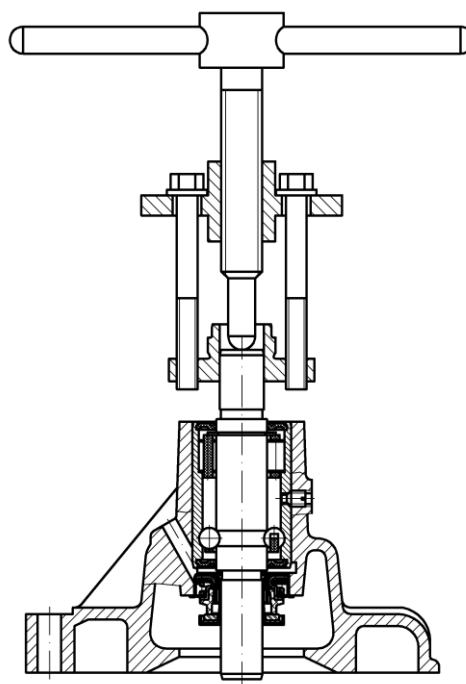

Рис.72. Снятие ступицы
- с помощью специального приспособления снять ступицу шкива насоса (рис.72);